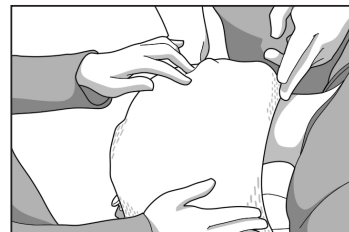

図4
7. 指で優しく押さえ、患者の頭部の輪郭だけではなく鼻梁の周囲の輪郭にきちんと沿わせて成形を完成させます (図 4)。